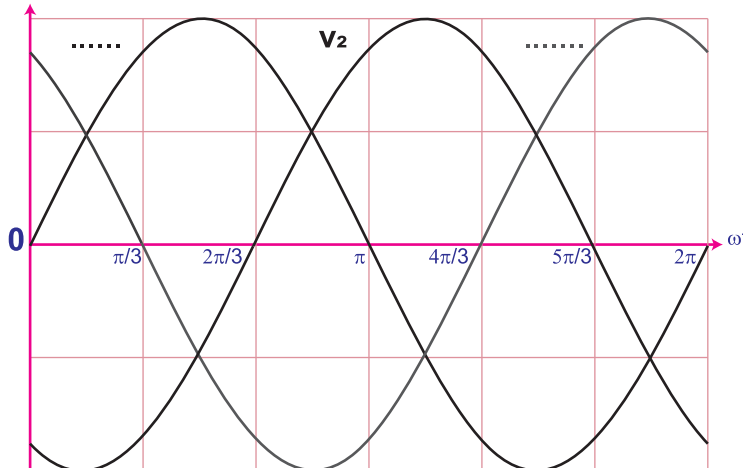

Figure 5 : représentation temporelle
1.3. A partir de la figure 5, déterminer :